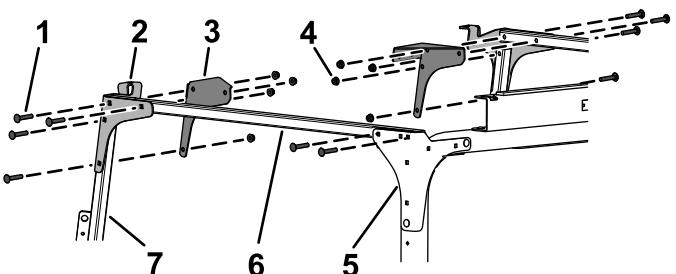

图29
7. 如图29所示用4个托架螺栓5/16 x 1 $\frac{3}{4}$ 英寸和4个凸缘螺母5/16 英寸将交联管松松地安装到后安装支架和后角撑板上。
8. 如图29所示用8个托架螺栓5/16 x 1 $\frac{3}{4}$ 英寸和8个凸缘螺母5/16 英寸将前安装支架和前角撑板松松地安装到交联管和风挡支撑上。